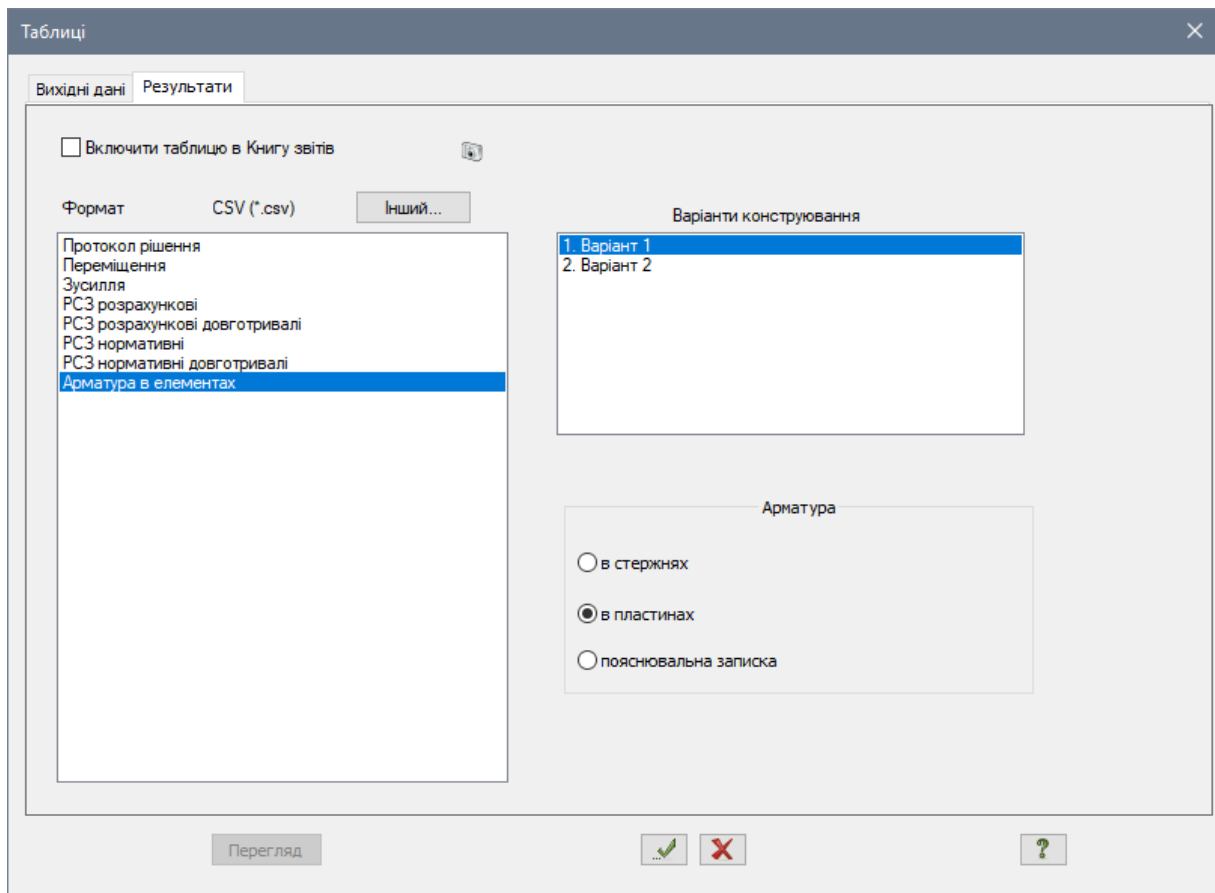

Рис. 2.22. Діалогове вікно Таблиці
- Відкрийте діалогове вікно **Таблиці** (рис. 2.22), вибравши команду  – **Таблиці результатів для ЗБ** в розкритому списку **Документація** (панель **Таблиці** на вкладці **Залізобетон**).